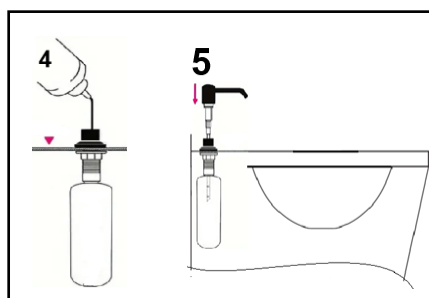

Fig.11
- Versare il sapone liquido nel flacone, inserire l'estremità piatta del tubo della pompa nella pompa e inserire il set di erogazione nel flacone (Fig. 11).